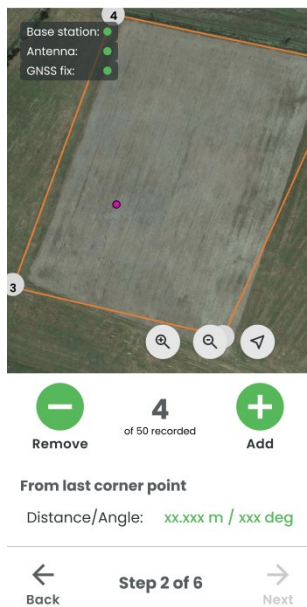

BILD 10
1. **Erfassung der Koordinaten der Feldgrenzen** Es sind mindestens 3 Koordinaten erforderlich, bevor mit dem nächsten Schritt fortgefahren werden kann. (BILD 10)